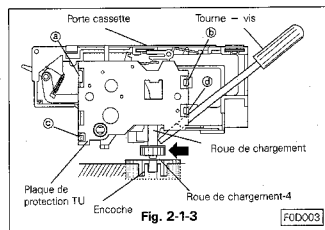

Fig. 2-1-3
- Aligner les deux trous de positionnement (c) et (1) et les deux trous en U (a) et (b) situés à l'avant gauche et droit du porte cassette (aligner en premier celui de gauche).
- Lors de l'opération B, le pignon de chargement du porte cassette n'est en générale pas positionné dans son logement. Dans ce cas utiliser un tournevis adéquat. Voir Fig. 2-1-3. On peut aussi effectuer la mise en place du pignon de chargement en le tournant légèrement.
2-2-1 DÉMONTAGE (Voir Fig. 2-1-3 ~ 2-2)
- Défaitez les quatre crochets (a), (b), (c) et (d) comme le montre la Fig. 2-1-3 puis démontez la plaque de protection TU.
2-2-2 REMONTAGE (Voir Fig. 2-1-3 ~ 2-2)
- Positionner la plaque de protection TU sur le porte cassette puis la fixer à l'aide des quatre crochets (a), (b), (c) et (d) comme le montre la Fig. 2-1-3.